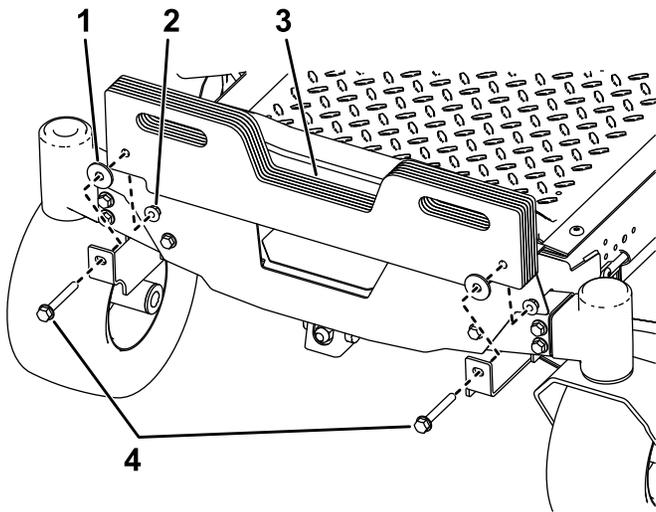

Figure 5
2. Fixez les masses à poignée sur les supports de montage au moyen de 2 boulons (5/8" x 2¾"), 2 rondelles et 2 contre-écrous (3/8"), comme montré à la Figure 5.